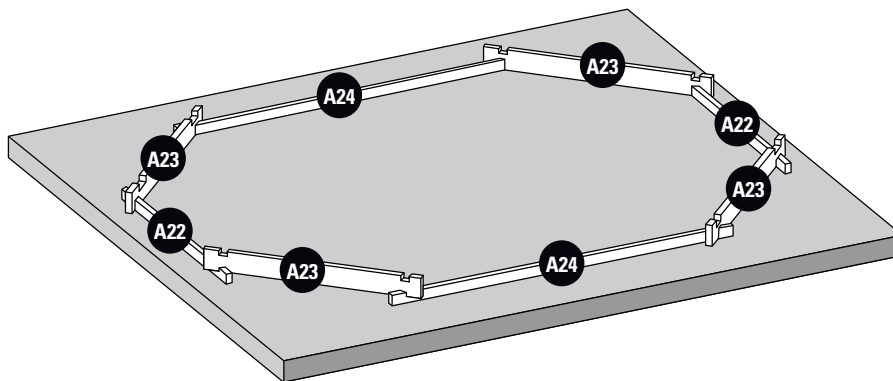

Fig. 1 / Abb. 1 / Afb. 1
**INSTALLATION OF THE FIRST LAYER OF BOARDS:** • Build the first layer placing boards (A22), (A23) and (A24) as shown by figure 1. • Adjust the shape of the pool using the inside dimensions indicated in the installation diagram (see page 48). • The drawing shows the inside dimensions of the pool for the different opposing diagonals. After having installed the first layer, you should check the inside dimensions of the pool.
**POSITIONNEMENT DE LA 1ÈRE RANGÉE DE MADRIERS :** • Constituez la première rangée, en disposant les madriers (A22), (A23) et (A24) comme indiqué sur la figure 1. • Ajustez la forme de la piscine en vous aidant des dimensions intérieures indiquées sur le plan d'implantation (Voir page 48). • Le plan donne les dimensions intérieures du bassin pour les différentes diagonales opposées.
**POSITIONIERUNG DER ERSTEN REIHE VON BRETTERN:** • Errichten Sie die erste Reihe, indem Bretter (A22), (A23) und (A24) platzieren, wie Abb. 1 zeigt. • Passen Sie die Form des Pools an, indem Sie die angezeigten Innenmaße verwenden, die in der Einbauzeichnung (Siehe Seite 48) aufgeführt sind. • Die Zeichnung zeigt die Innenmaße des Pools für die verschiedenen gegenüberliegenden Diagonalen.
**PLAATSING VAN DE EERSTE RIJ PLANKEN:** • Construeer de eerste rij door het plaatsen van planken (A22), (A23) en (A24) zoals te zien is op afbeelding 1. • Plan de vorm van het zwembad aan waarbij u gebruik maakt van de interne afmetingen die zijn aangegeven op het montageplan (Zie pagina 48). • Het plan geeft interne afmetingen van het zwembad aan voor de verschillende tegenover elkaar liggende diagonale lijnen.